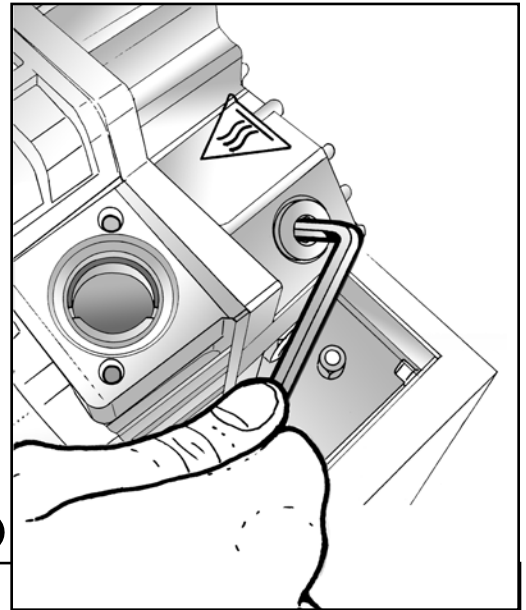

Fig. 13
- 7) Dévisser le bouchon de remplissage de l'huile à l'aide d'une clé Allen dans la partie supérieure de la pompe (Fig. 13).